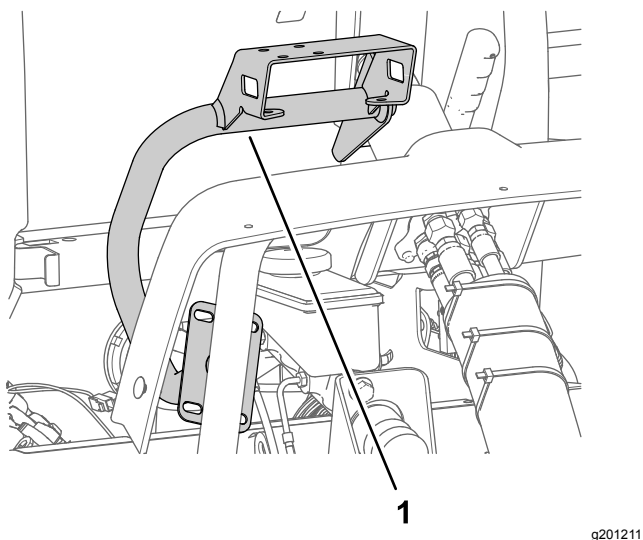

Figura 159
1. Alinee el soporte del monitor con la máquina según se muestra en Figura 159.